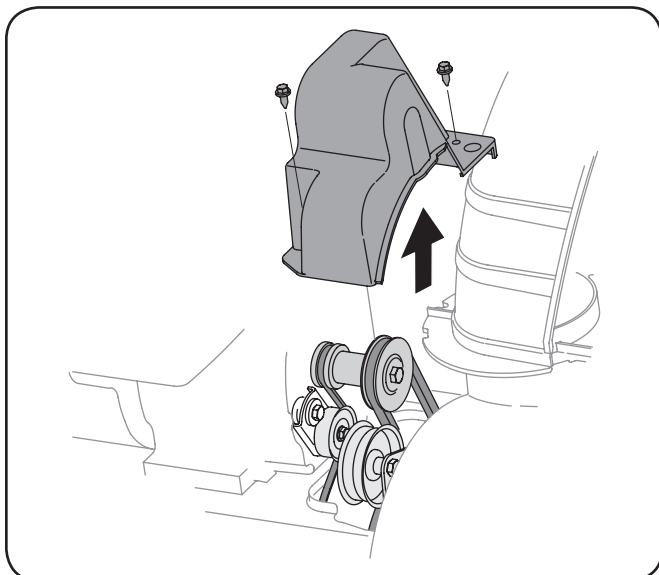

Figura 7-1
2. Saque la cubierta plástica de la correa ubicada en el frente del motor. Para ello saque los dos tornillos autorroscantes. Vea la Figura 7-1.
2. Saque la cubierta plástica de la correa ubicada en el frente del motor. Para ello saque los dos tornillos autorroscantes. Consulte la Figura 7-1.